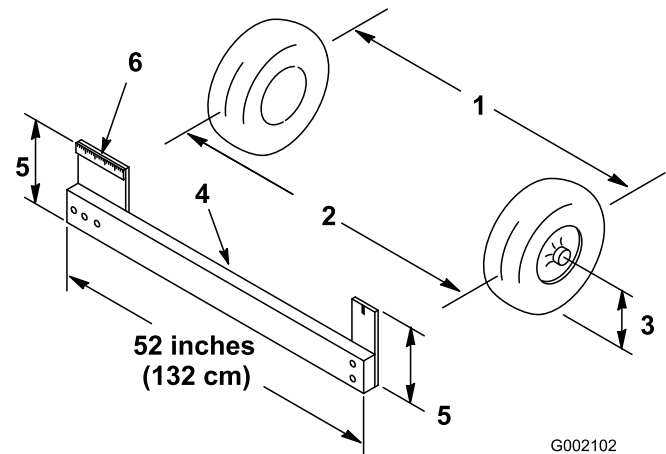

Figura 11
1. Misurate la distanza tra i pneumatici anteriori all'altezza dell'assale, davanti e dietro le ruote anteriori (Figura 11). Per rilevare la misura posteriore dei pneumatici anteriori all'altezza dell'assale occorre un attrezzo o un calibro di allineamento. Usate lo stesso attrezzo, o calibro di allineamento, per rilevare con precisione la misura anteriore dei pneumatici anteriori all'altezza dell'assale usate lo stesso attrezzo, o calibro di allineamento, per rilevare con precisione la misura anteriore dei pneumatici anteriori all'altezza dell'assale (Figura 11).